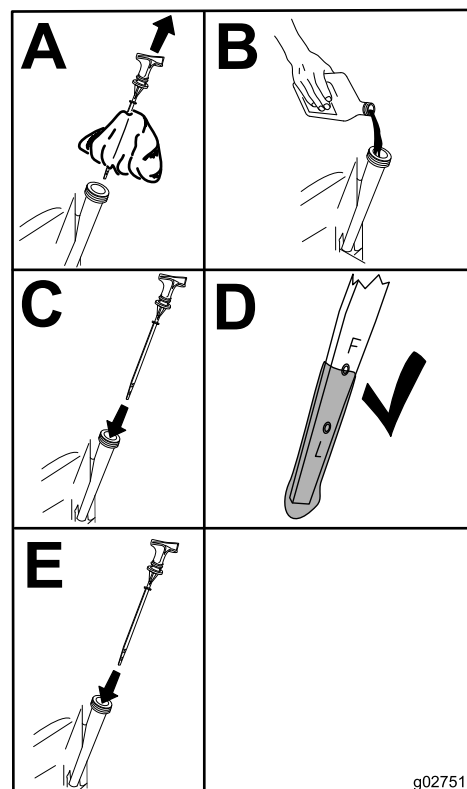

Figura 32
5. Vierta lentamente un 80% aproximadamente de la cantidad especificada de aceite por el tubo de llenado (Figura 32).